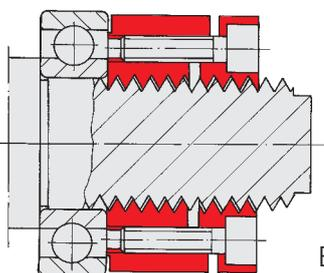

Bild 3
4. Jetzt erst Stellmutter zunächst mit einem erhöhten Vorspannmoment gegen die Plananlage festziehen, dann wieder lösen und schließlich mit dem vorgegebenen Vorspannmoment anziehen (Bild 3). Durch diese Maßnahme wird ein nachträgliches Setzen an den Kontaktflächen (Gewindeflanken, Plananlagen) vermieden.